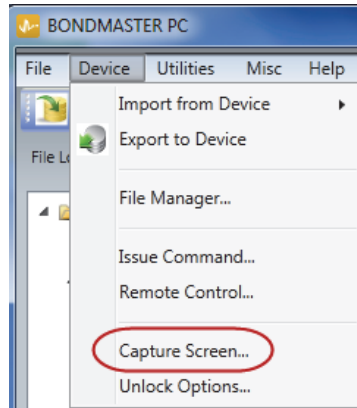

図 7-1 BondMaster PC Device（デバイス）メニュー
3. **Device** (デバイス) メニューで、**Capture Screen** (スクリーンショットの取り込み) を選択します (186 ページの図 7-1 参照)。